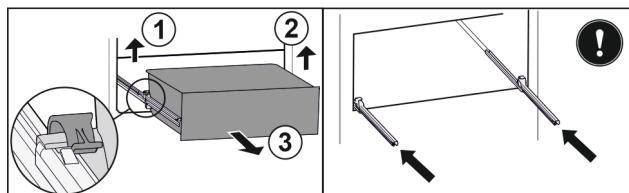

Fig. 150
- Sollevare il morsetto sinistro e allo stesso tempo tirare in avanti il cassetto sinistro. Fig. 150 (1)
- Sollevare il morsetto destro e allo stesso tempo tirare in avanti il cassetto destro. Fig. 150 (2)
- Rimuovere il cassetto tirandolo in avanti. Fig. 150 (3)